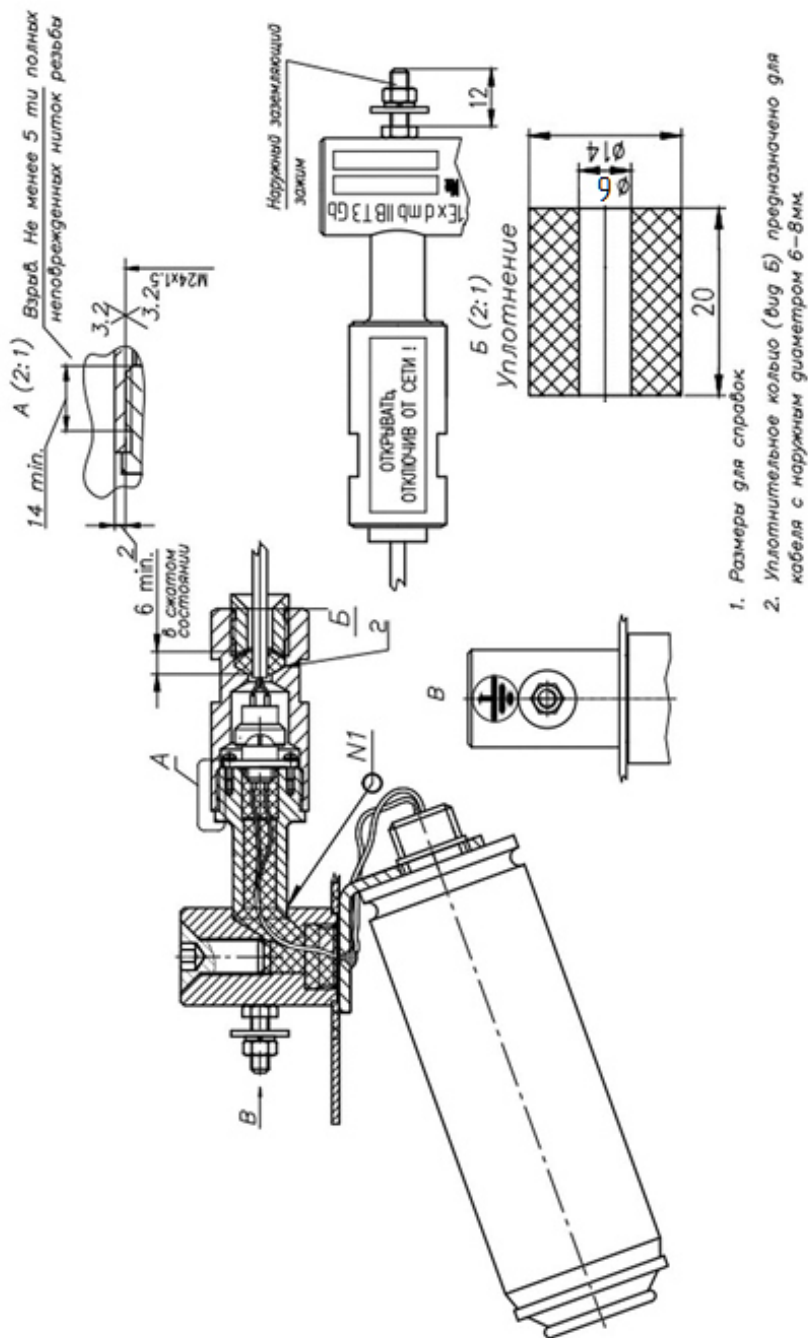

Рис. 3 - Чертеж средств взрывозащиты МПП «Гарант-7-В3».
4.2. Взрывозащищенность МПП (см. рисунок 3) достигается за счет следующих технических и организационных мер: